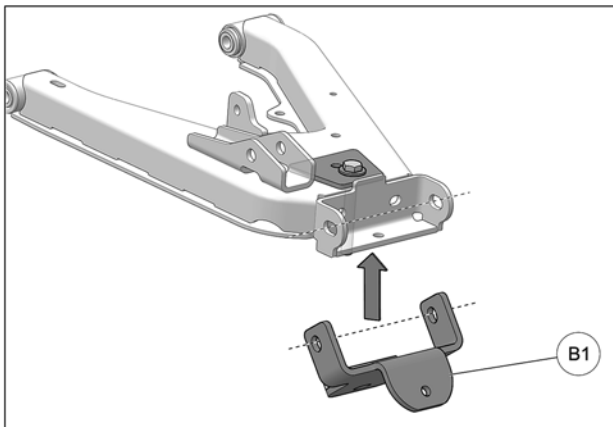

Fig. 5
5. Placer l'ancrage de suspension (B1) sous le bras de suspension. Aligner les trous de l'ancrage aux trous du bras de suspension. Voir Fig. 5